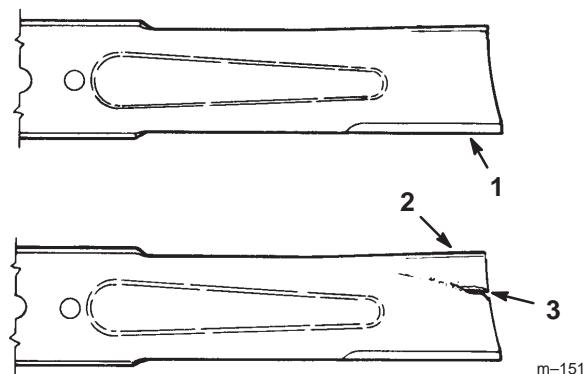

Figure 23
1. Inspectez les tranchants des lames (Fig. 23). Si elles ne sont pas tranchantes ou si elles présentent des indentations, déposez et aiguissez les lames (voir Aiguisage des lames, page 28).
2. Inspectez les lames, surtout la partie incurvée (Fig. 23). Remplacez immédiatement toute lame endommagée, usée ou qui présente une entaille (repère 3 de la Fig. 23).